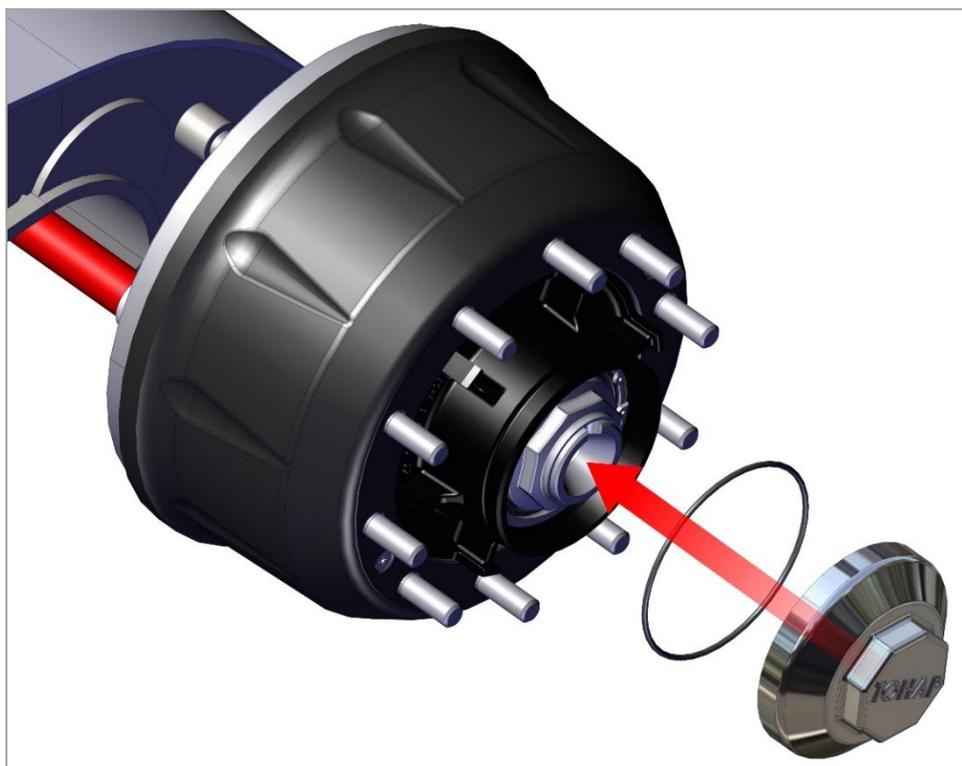

Рис. 12.2. Монтаж крышки ступицы колеса с резиновым уплотнительным кольцом.
3) Установите крышку ступицы колеса с резиновым уплотнительным кольцом (рис. 12.2).